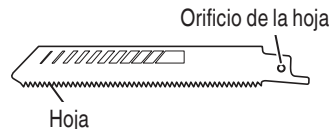

Fig. 14
- (1) Después de utilizar la sierra, elimine el aserrín, el polvo, la arena, la humedad, etc. con aire o con un cepillo, etc. para asegurarse de que la montura de la hoja funciona suavemente.
**No utilice ninguna hoja de sierra con el orificio de la hoja gastado. De lo contrario, la hoja podría soltarse y provocar lesiones personales. (Fig. 14)**